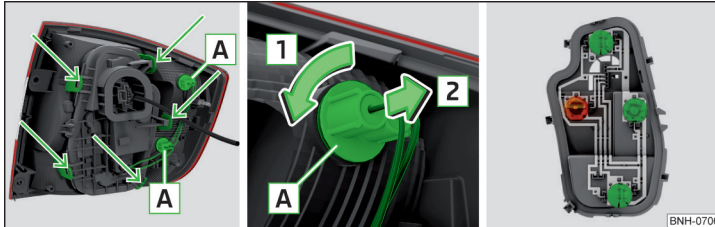

Abb. 272 Äußerer Teil der Leuchte / Glühlampe herausnehmen / Lampenhalter
- Die Fassung mit der Glühlampe **A** in Pfeilrichtung **1** drehen » Abb. 272.
- Den Lampenhalter in mit Pfeilen gekennzeichneten Bereichen entriegeln » Abb. 272 und den Lampenhalter aus der Leuchte herausnehmen.